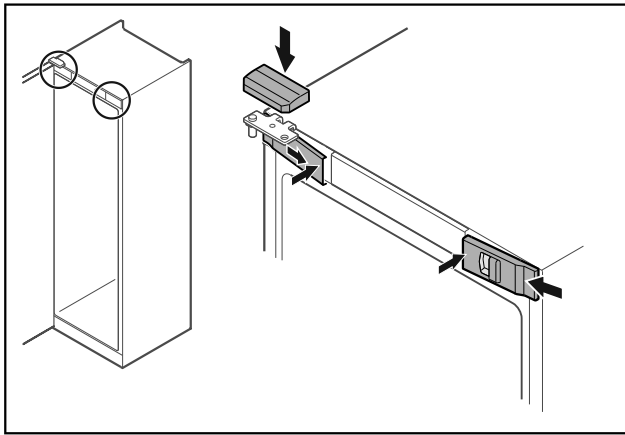

Fig. 47
- ▶ Vordere Abdeckungen Fig. 47 (1) seitlich einhaken und innen aufrasten.
- ▶ Obere Abdeckung Fig. 47 (2) von oben aufrasten.